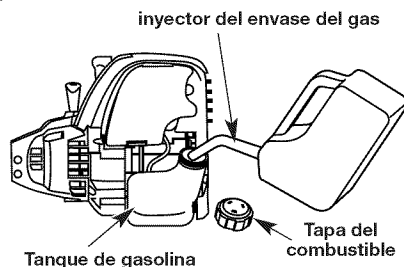

Fig. 8
1. Saque la tapa de la gasolina (Fig. 8).
2. Coloque el pico del recipiente de gasolina en el orificio de llenado del tanque de gasolina (Fig. 8) y llene el tanque.